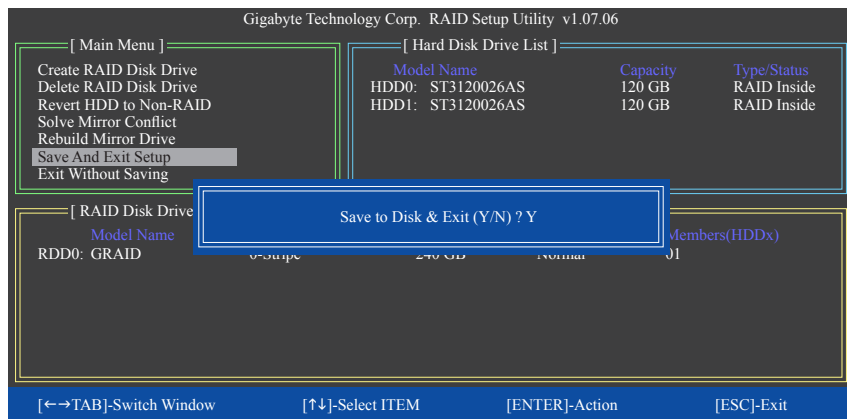

図 10
7. **Save and Exit Setup:** RAID アレイを構成した後、メイン画面で **Save And Exit Setup** 項目を選択し、設定を保存してから RAID BIOS ユーティリティを終了し、<Y> を押します (図 10)。